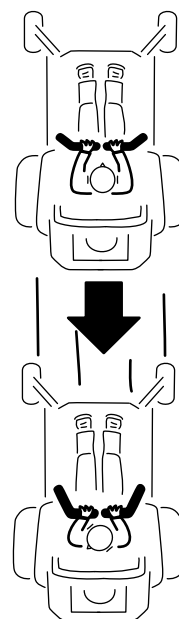

Figura 28
2. Per fare marcia indietro tirate lentamente indietro le leve di controllo del movimento (Figura 28).